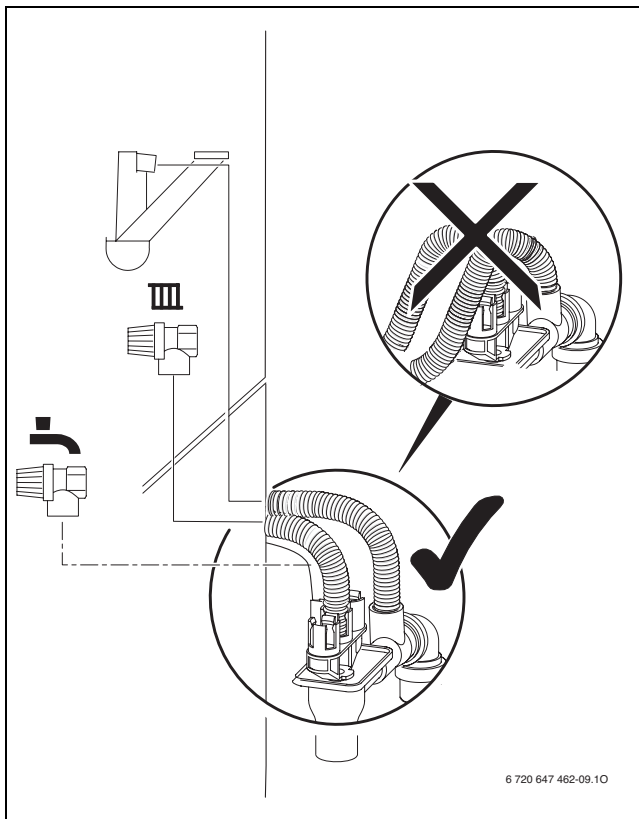

Fig. 17
- Collegare l'altra estremità del tubo flessibile della valvola di sicurezza all'imbuto con sifone di scarico (→ fig. 17, pag. 30).